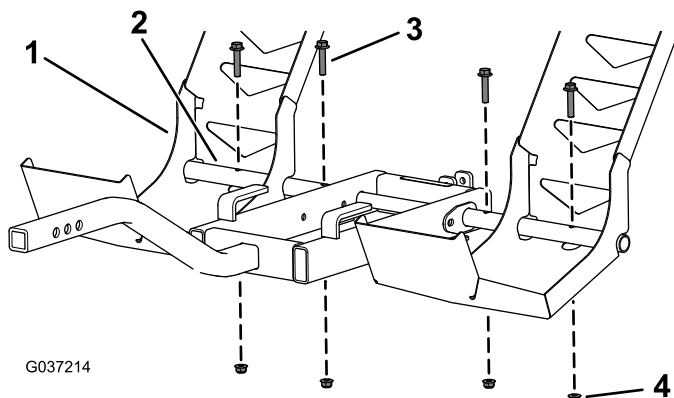

Figure 5
4. Alignez les trous de l'axe de pivot de l'épandeur sur les trous des rampes gauche et droite et fixez l'ensemble avec les 4 vis à embase (5/16" x 1-1/2") et 4 écrous à embase (5/16"), comme illustré à la Figure 5.